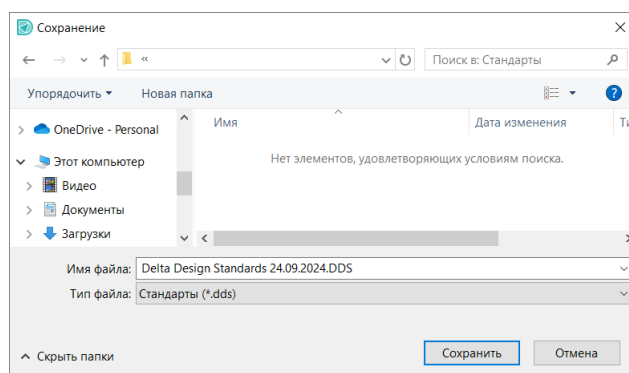

Рис. 9 Выбор места сохранения и имени
3. Система по умолчанию предложит имя файла в формате «Наименование программы» + «Дата выгрузки стандартов», см. Рис. 9. Имя файла при необходимости можно изменить. Нажмите «Сохранить». После этого во вкладке экспорта в строке по выбору директории и имени будут отображены введенные данные. Нажмите «Далее».